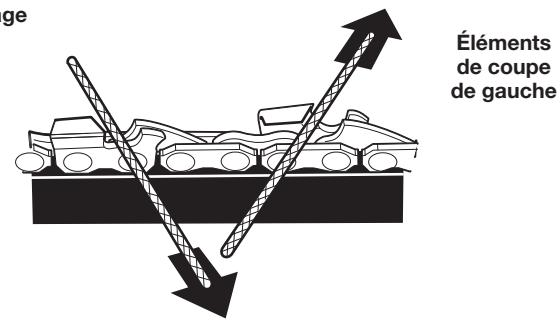

Fig. 34
- Limez vers le coin avant de l'élément de coupe (Fig. 34).
- Limez tous les éléments de coupe de gauche dans un sens (Fig. 34). Ensuite, passez à l'autre côté de la chaîne et limez l'ensemble des éléments de coupe de droite dans le sens opposé (Fig. 34).